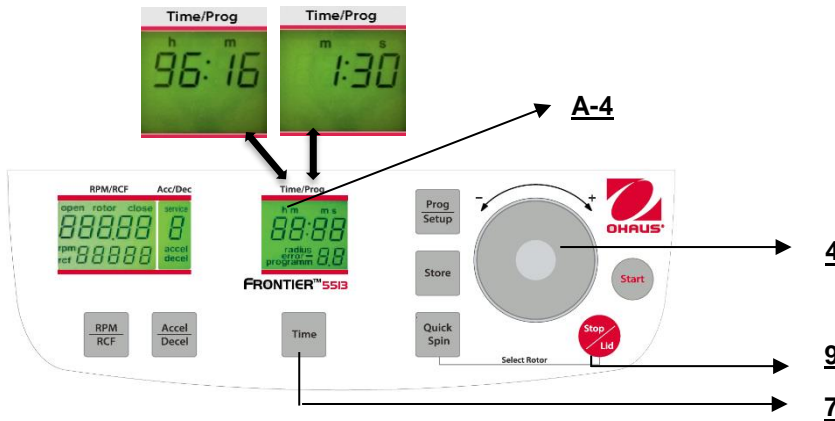

Abbildung. 17
3. Der dauerhafte Betrieb "**cont**", der durch die Taste "**Stop/Lid**"(9) unterbrochen werden kann (siehe Abbildung 17).
Die Betriebszeit kann vorab ausgewählt werden, während der Deckel offen oder geschlossen ist. Um die Einstellung der Betriebszeit einzustellen, drücken Sie die Taste **"Time"** (7). Auf der Anzeige **"Time/Prog"** (A-4) blinkt die Anzeige **"m : s"** oder **"h : m"**, je nach vorheriger Einstellung. Um den gewünschten Wert einzustellen, benutzen Sie den Anpass Wählscheibe (4). Nachdem 59 min 50 sec überschritten werden, wechselt die Anzeige automatisch auf **"h : m"**. Nachdem 99 Stunden 59 min überschritten werden, erscheint das Wort **"cont"** in der Anzeige **"Time/Prog"** (A-4). Dieser dauerhafte Betrieb kann nur durch Drücken der Taste **"Stop/Lid"** (9) unterbrochen werden. Der Countdown beginnt sobald die eingestellte Geschwindigkeit erreicht ist. Die Anzeige zeigt immer die verbliebene Zeit. (Siehe Abbildung 17)